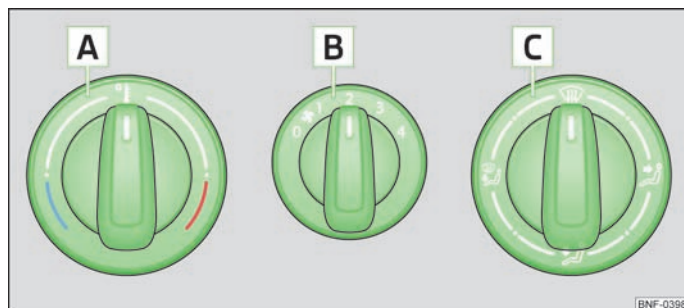

Abb. 58 Heizung: Bedienungselemente
- Den Drehregler **A** » Abb. 58 nach rechts drehen, um die Temperatur zu erhöhen.
- Den Gebläseschalter **B** » Abb. 58 in eine der Positionen 1 bis 4 drehen, um das Gebläse einzuschalten.
- Mit dem Luftverteilungsregler **C** » Abb. 58 wird die Richtung des Luftaustritts geregelt » Seite 55, Luftaustrittsdüsen.
- Bedienelemente A, B, C » Abb. 58.